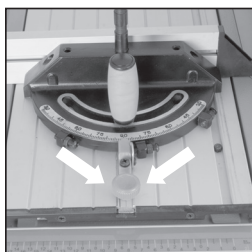

Fig. 18
**Remarque :** nous recommandons de retirer la vis de fixation du chariot de la butée d'onglet (fig. 18) et de la conserver en toute sécurité en dehors de la scie pour une utilisation ultérieure de la butée d'onglet avec le chariot « fixé ».